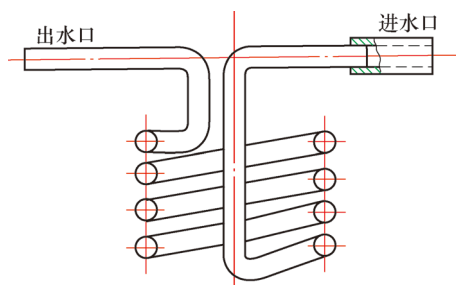

图6 内孔感应器冷却水示意
(2) 内孔感应器 对于内孔特别是小内孔感应器（见图6），其中导电管之一就是从小孔中心引出来的，此导电管除了本身通过大电流之外，还受到多匝线圈内磁场的加热，因此发热最大，使用过程中此导电管必须接到冷却水的进水端，使冷却水先